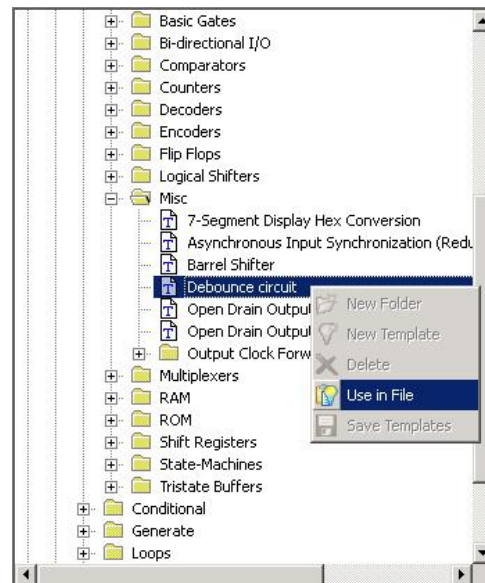

Figure 38. La fonction Use in File du Language Templates permet d'insérer un gabarit VHDL dans un fichier vide créé au préalable.
4. Cliquez avec le bouton droit de la souris sur **Debounce circuit** et sélectionnez **Use in file** dans le menu déroulant, comme illustré à la Figure 38.